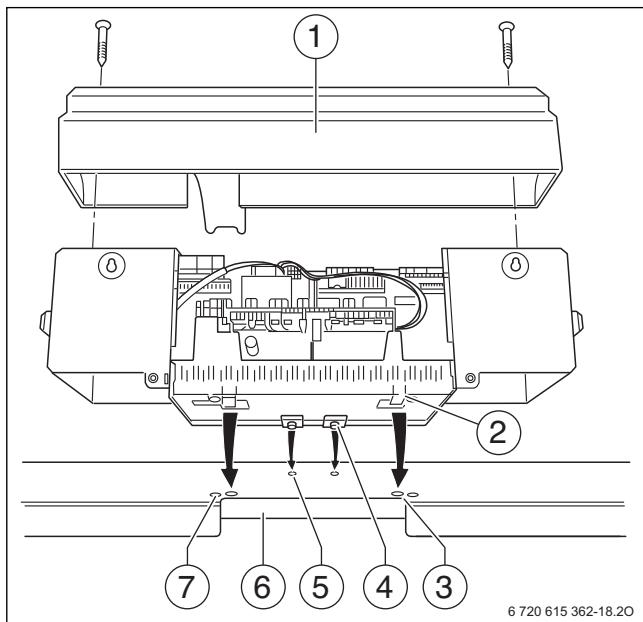
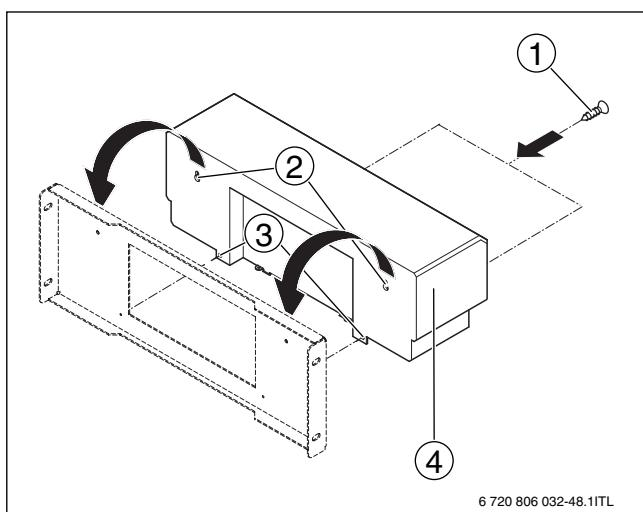

Рис. 21 Монтаж системы управления на котлах 120 - 820 кВт
Рис. 22 Монтаж системы управления на котлах 1040 - 1850 кВт
На рис. 21 система управления (без задней стенки) и кронштейн [1] показаны сзади.
На рис. 22, стр. 21 изображен вид сзади системы управления.
- Отверните два винта [1] на крышке. Снимите крышку [2] вверх (\rightarrow рис. 21).
- Выньте две заглушки (\rightarrow рис. 22, [2]) из системы управления.
- Повесьте систему управления (\rightarrow рис. 22, [4]) на цапфы кронштейна на стороне котла.
- Установите крышку на систему управления (→ рис. 21 и рис. 22, стр. 21).
- Закрепите крышку винтами (рис. 21, стр. 21 и рис. 22, стр. 21).